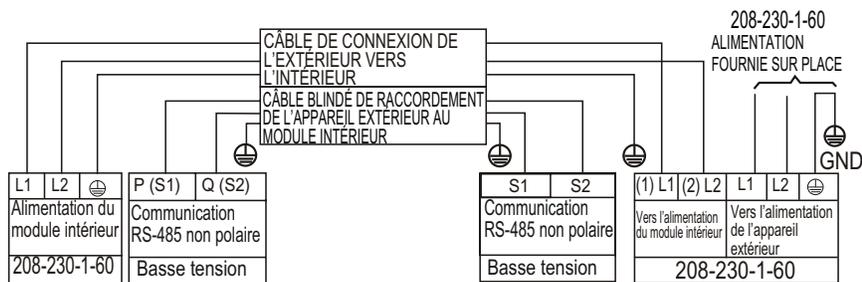

Fig. 22 – Schéma de raccordement – Capacités 36K à 48K
2. Effectuez tous les raccordements entre le module intérieur et l'appareil extérieur conformément à la figure 22. Les connexions sont sensibles à la polarité et pourraient générer un code d'anomalie.